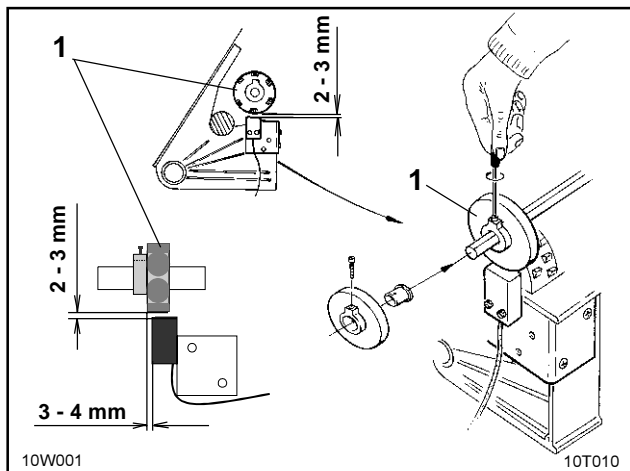

Fig. 10.4
- ☐ Fixez le support (fig. 10.4/1) avec les 6 aimants sur l'arbre de jalonage.